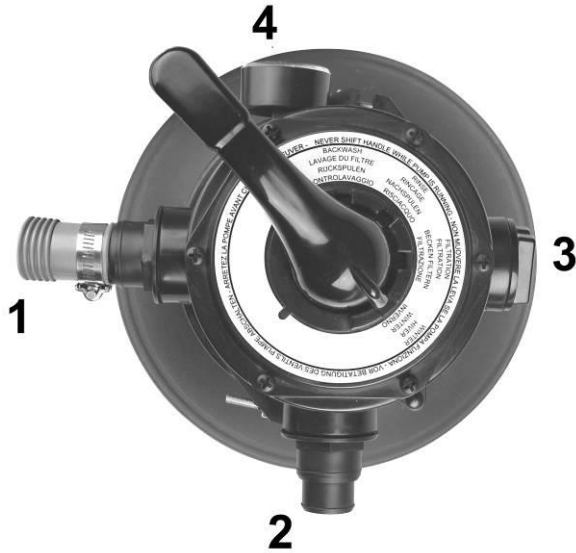

Abb. 7
1. Drehen Sie die mitgelieferten Schlauchanschlussstücke in die Gewindeöffnungen von Pumpe und Filterkopf. Vermeiden Sie beim Anziehen von Verschraubungen übermäßige Kraft, damit die O-Ringe nicht beschädigt werden. Verbinden Sie das 4-Wege Ventil am Anschluss 1 (PUMP) mit dem mitgelieferten Schlauch der von der Pumpe kommt und an Anschluss 2 (POOL) mit der Leitung die das Wasser wieder zum Pool zurückführt (Abb.7) Entfernen Sie den Stopfen von Anschluß 3 (WASTE) und ersetzen Sie ihn mit einer Schlauchanschlussstülle. Schließen Sie gegebenenfalls einen Schlauch zur Ableitung des Rückspül bzw. Nachschülwassers an